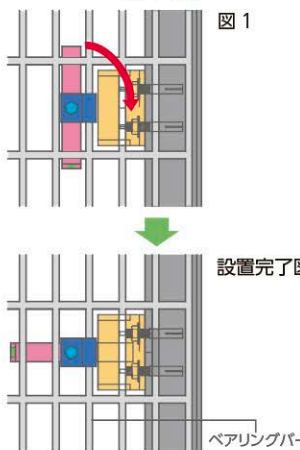
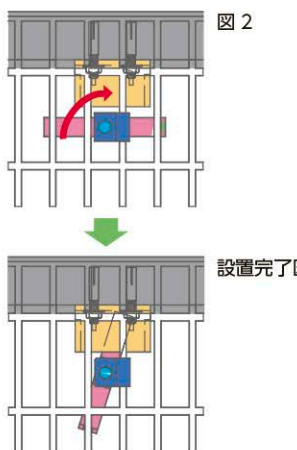

図1
図2
図のようにT型レンチ等で上から押しつけたまま時計回りに回転させて(図1参照)タイプNI型の下部金具を連結させようとするベアリングバーに直角に合わせる。(※下部金具の長側を連結側に向ける)
3 図のように T 型レンチ等で上から押しつけたまま時計回りに回転させて(図 1 参照) タイプ N II 型の下部受材をコンクリート(蓋・スラブ等)とベアリングバーに直角に合わせる。
- ① 柵内壁とグレーチングを固定することにより、跳ね上がり防止を図ります。
- ② 柵内壁部に専用金具(アタッチメント)を取り付ける事により、グレーチングを固定する事が出来ます。
- ③ アタッチメント取り付け後、一般的な工具(Tレンチ：13mm)で簡単に取り付け取り外しができます。
- ④ タイプNⅢ型(A,B,C)は、前後左右いずれのコンクリート壁面にも取り付け可能です。(図1、2参照)
図のようにタイプNⅢ型のボルト頭部をT型レンチ等で上から押し下げる。T型レンチ等で上から押しつけたまま時計回りに回転させて(図1及び図2参照)タイプNⅢ型の下部金具をアタッチメントに合わせる。